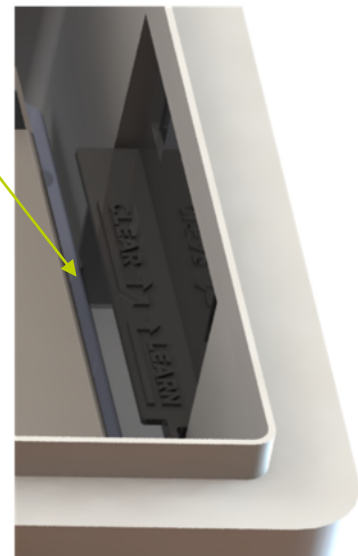

Abbildung 2
2. Setzen Sie das RFID-Modul in die Aussparung auf der rechten Innenseite der Wallbox ein. Achten Sie auf die Zugänglichkeit der Bedienelemente im montierten Zustand und darauf, dass der Haken des RFID-Moduls unter der Montageplatte sitzt (Vgl. Abbildung 2).